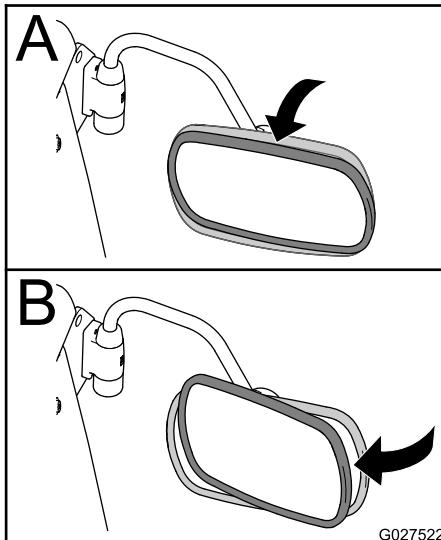

Figure 8
3. Tenez le rétroviseur à 2 mains pour le faire pivoter vers le haut ou le bas sur sa rotule (A de Figure 8).
4. Tenez le rétroviseur à 2 mains pour le faire pivoter vers la droite ou la gauche sur sa rotule (B de Figure 8).